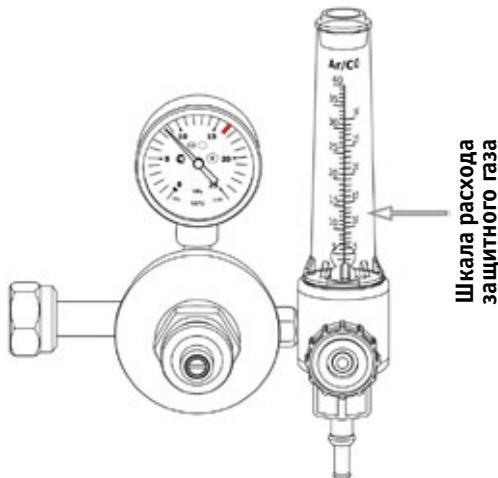

Рис. 12.1.3. Расход защитного газа.
**6.** С помощью регулятора (см. рис. 12.1.3) установите необходимый расход защитного газа (от 4 до 25 л/мин в зависимости от выполняемых задач или см. таблицу 12.11.3).